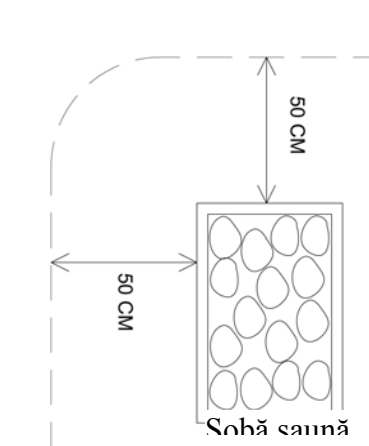

Fig. 1
- ! Lampa nu se va monta deasupra sobei saunei și se va păstra o distanță față de aceasta de minim 50 cm (fig. 1).